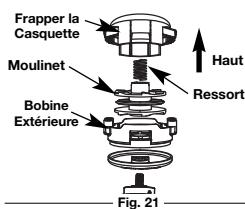

Fig. 21
2. Retirez le couvercle soit en le faisant sauter, soit en le dégagant petit à petit, puis retirez la bobine (Fig. 21)
4. Remplacez la bobine dans le couvercle de la bobine extérieure (Fig. 21).